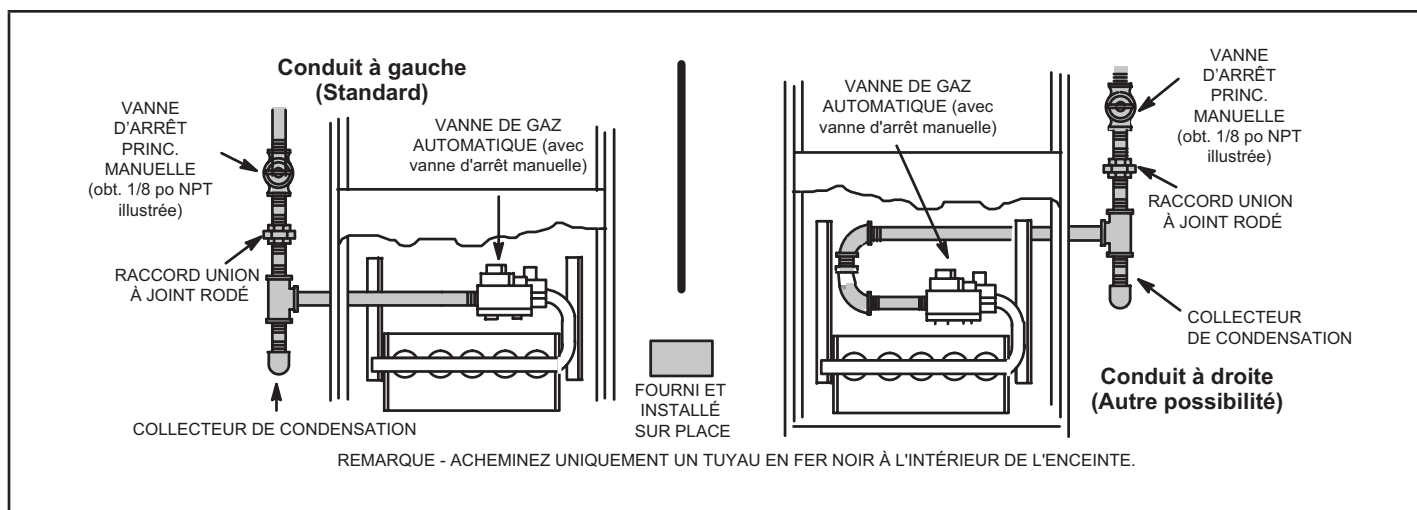

FIGURE 51
- 1 - La canalisation de gaz peut pénétrer dans l'unité par le côté droit ou le côté gauche. La canalisation d'alimentation entre dans la vanne de gaz par le côté de la vanne, comme illustré à la FIGURE 51. Connectez la canalisation de gaz sur la vanne. La canalisation de gaz doit être serrée à un couple minimum de 350 lb-po et un maximum de 800 lb-po sur la vanne de gaz.
- 3 - La canalisation de gaz ne doit pas traverser les conduits d'air, les chutes à linge sale, les cheminées ou conduits d'évacuation des gaz, les monte-plats ou les cages d'ascenseur. Centrez la canalisation de gaz dans l'ouverture. La canalisation de gaz ne doit pas toucher le côté de l'unité. Reportez-vous à la FIGURE 51.